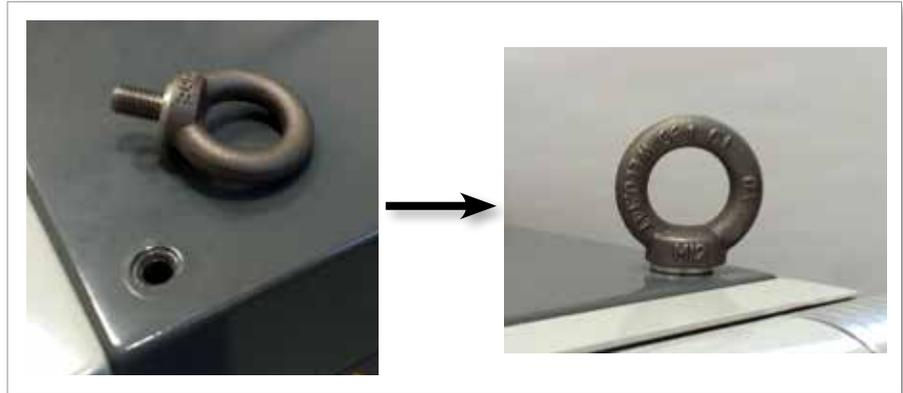

Abbildung 3-10 Augenschrauben und Unterlegscheiben montieren
- Montieren Sie Augenschrauben und Unterlegscheiben und installieren Sie sie in den Löchern auf der Oberseite des E-Multi-Steuergeräts. Siehe Abbildung 3-10.